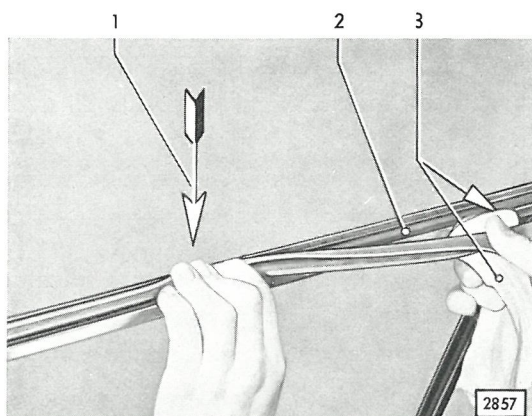

Bild 67 - Gummikleber an Dichtung mit Waschbenzin anfeuchten
8. Türdichtung, an einer oberen Türecke beginnend, auf die Tür auflegen und mit der Hand festhalten (67/1). Den auf die Dichtung aufgetragenen Gummikleber (vgl. Bild 63) mit einem mit Waschbenzin angefeuchteten Lappen jeweils auf einer Länge von ca. 50 cm anfeuchten (Bild 67). Anschließend Dichtung sofort auf diese Länge fest auf die Tür aufdrücken. Hierbei beachten, daß die Dichtung im Bereich des Fensterrahmens unter das abgewinkelte Profil des Fensterrahmens zu liegen kommt (Bild 68 und 69).
9. Türdichtung weiterhin jeweils auf einer Länge von etwa 50 cm anfeuchten (Bild 67) und fest auf die Türklebeflächen drücken.